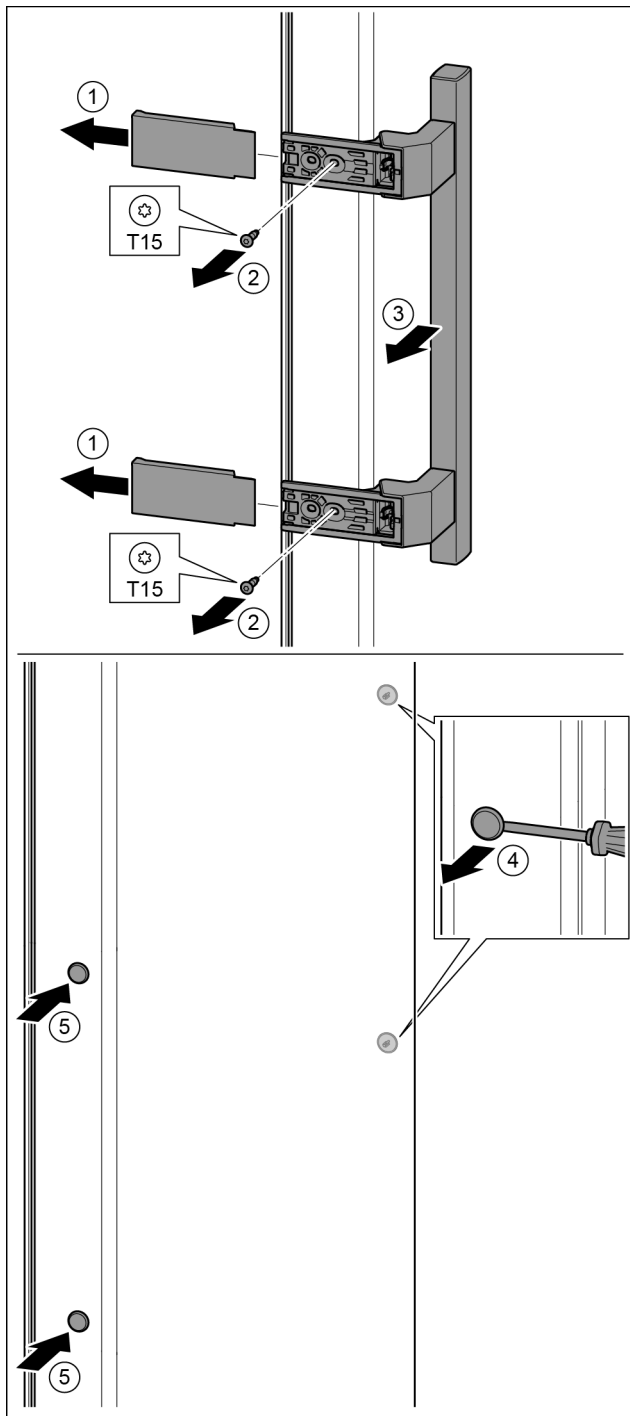

Fig. 33
- ▶ Αφαιρέστε το κάλυμμα. Fig. 33 (1)
- ▶ Ξεβιδώστε τις βίδες με κατσαβίδι T15. Fig. 33 (2)
- ▶ Αφαιρέστε τη λαβή. Fig. 33 (3)
- ▶ Ανασηκώστε προσεκτικά και τραβήξτε έξω την πλαϊνή τάπα με ένα ίσιο κατσαβίδι. Fig. 33 (4)
- ▶ Τοποθετήστε ξανά την τάπα στην άλλη πλευρά. Fig. 33 (5)